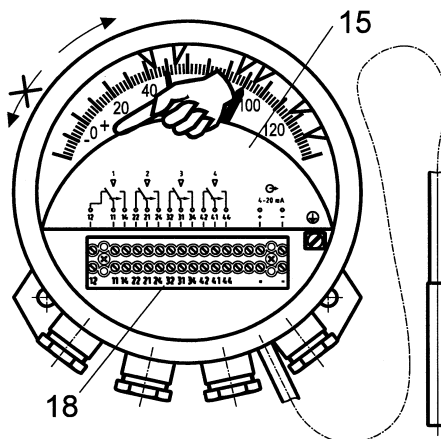

Bild2
3.1 Elektrischer Anschluß (Bild2)
Bajonettverschlußring abnehmen. Zum Anschließen die Abdeckblende (Bild1, Pos.15) hochklappen (Bild2). Der Mantel der erforderlichen Anschlußkabel wird auf einer Länge von ca. 160mm entfernt und die Anschlußleitungen durch die PG-Verschraubungen (Bild1, Pos.12) gesteckt. Die Druckmutter der Kabelverschraubung wird so weit festgedreht, bis der Dichtring das Kabel flüssigkeitsdicht umschlossen hat. Die einzelnen Anschlußleitungen werden dann nach dem Anschlußschema (Seite12, Bild6) angeschlossen, welches auf der Innenseite der Abdeckblende aufgedruckt ist. Abdeckblende herunterklappen und Bajonettverschlußring wieder aufsetzen.
3.2 Mikroschalter prüfen (Bild2)